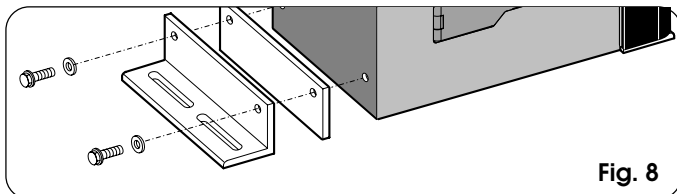

Fig. 8
- 1) Assemblare all'operatore gli angolari di fissaggio e i distanziali antivibrazione come da Fig.8.